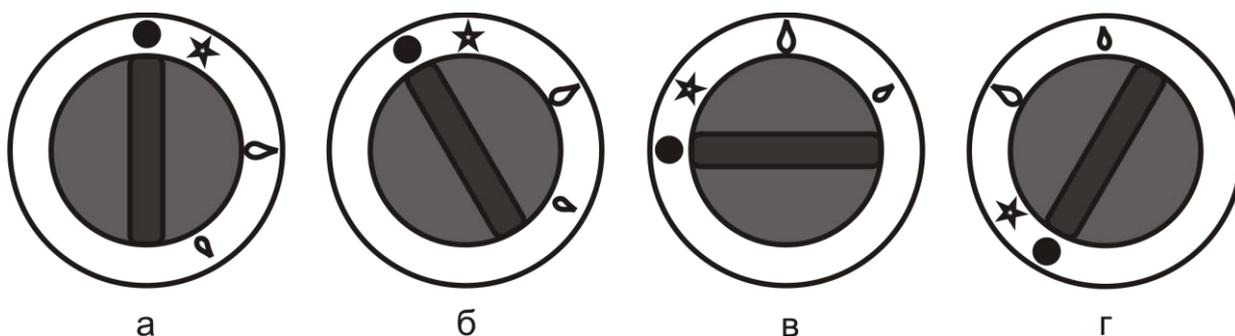

Рис. 5. Соответствие положения ручки крана режиму работы горелок
- Включите горелку и переведите ручку крана в режим «малое пламя» (рис.5г).
- Убедитесь в том, что ручки кранов находятся в положении «кран закрыт» (рис. 5а). Если краны открыты, переведите их в закрытое состояние, слегка нажав на ручку крана и повернув ее по ходу часовой стрелки до упора.
Внимание! При первом включении гриля, а также после каждой замены баллона СУГ необходимо выпустить воздух из газового тракта. Для этого удерживайте ручку крана в нажатом состоянии в положении «максимальное пламя» (рис.5б) в течение 30 секунд, либо до появления запаха газа, после чего отпустите ручку и подождите не менее 1 минуты. Затем можно приступать к розжигу горелок гриля.
- В исходном состоянии ручка крана находится в положении «кран закрыт» (рис.5а).
- Нажав на ручку крана и, удерживая её в нажатом состоянии, поверните её против хода часовой стрелки в положение «розжиг запальной горелки» (рис.5б). Через 3-5 секунд поднесите источник огня к запальной горелке (через смотровое отверстие), или нажмите кнопку пьезорозжига. Если запальная горелка не зажглась, отпустите ручку крана и, при повторном нажатии на ручку, вновь поднесите источник огня к запальной горелке или нажмите кнопку пьезорозжига. После появления пламени в запальной горелке, удерживайте ручку крана в нажатом состоянии в течение 5-10 секунд до срабатывания предохранительного клапана, кнопку пьезорозжига при этом можно отпустить. Затем отпустите ручку управления и убедитесь через смотровое отверстие, что запальная горелка горит. Если запальная горелка погасла, следует повторить процедуру розжига.
- Далее нажмите на ручку крана и, удерживая её в нажатом состоянии, поверните её против хода часовой стрелки в положение «максимальное пламя» (рис.5в) – кран открывается и осуществляется розжиг основной горелки. Если горелка не зажглась, то отрегулируйте запальную горелку согласно п.5.2.2.
Положение крана в режиме «максимальное пламя» и «малое пламя» представлено на рис.5в и рис.5г соответственно. Перевод крана с одного режима на другой осуществляется с помощью легкого нажатия на ручку крана.
- Нажав на ручку крана и, удерживая её в нажатом состоянии, поверните её по ходу часовой стрелки в положение «розжиг запальной горелки» (рис.5б) – основная горелка погаснет, а запальная горелка останется зажженной («дежурный режим»).
- Для выключения запальной горелки необходимо слегка нажать на ручку крана и повернуть её по ходу часовой стрелки до упора в положение «кран закрыт» (рис.5а).
- После окончания работы с грилем необходимо перевести ручки кранов в закрытое состояние (рис.5а) и закрыть кран газопровода (баллона СУГ).